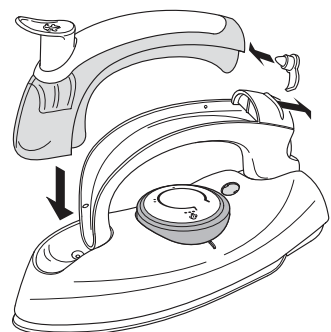

Abbildung 3
2. Schieben Sie mit einer Hand den Verriegelungsschieber nach hinten und nehmen Sie mit der anderen Hand vorsichtig den Wasserbehälter vom Bügeleisen herunter (siehe Abbildung 3).